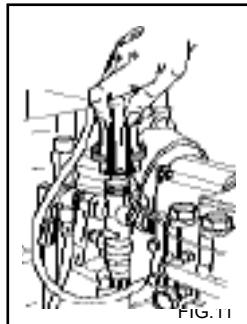

FIG. 11
Dette kapitlet gjelder kun de modellene som er utstyrt med utstyr for "trykkregulering". Trykkregulatoren, fig. 11 gjør at brukeren kan regulere arbeidstrykket. Når knapp C viser moturs (B) (minimum), reduseres driftstrykket.